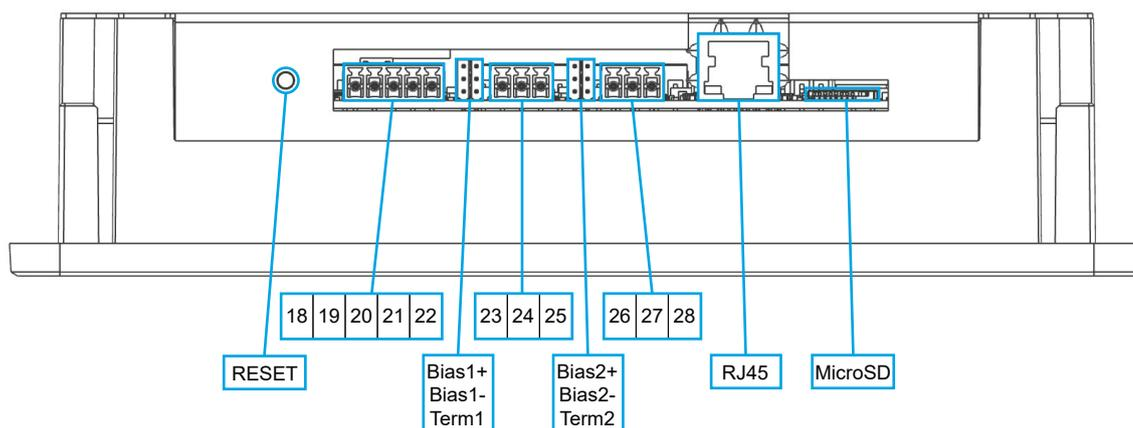

Figura 5
BlueLinQ Pro dispone di una porta RS232 progettata per la comunicazione via modem e che utilizza il protocollo Modbus RTU, vedi Figura 5 e Tabella 2. Il Pin22 (RTS) è "Request To Send" (Richiesta di Invio), il Pin21 (CTS) è il "Clear To Send" (Pronto per l'Invio), il Pin20 (TX) è la Trasmissione, il Pin19 (RX) è la Ricezione e il Pin18 (V-) è il riferimento di massa. Per il collegamento utilizzare un cavo a trefoli singoli con sezione adeguata¹. Se si opera in un ambiente elettricamente disturbato, si consiglia di utilizzare un cavo schermato. La porta supporta velocità di trasmissione baud standard da 300 a 230400 e offre l'opzione di includere il controllo di parità.
Questo BlueLinQ Pro è dotato di due porte RS485 isolate e utilizza il protocollo Modbus RTU, vedi Figura 5 e Tabella 2. I Pin23 e Pin24 sono le linee di comunicazione differenziali, mentre il Pin25 è utilizzato come schermatura per RS485_1. I Pin26 e Pin27 sono le linee di comunicazione differenziali, mentre il Pin28 è utilizzato come schermatura per RS485_2. Utilizzare un doppino schermato a due conduttori con fili di sezione adeguata¹.
I ponticelli di terminazione della comunicazione, Term2 per RS485_1 e Term3 per RS485_2, sono occupati di default. Se l'unità si trova su una delle due estremità della rete di comunicazione, il ponticello deve essere occupato, in caso contrario rimuoverlo, vedi Figura 5.
BlueLinQ Pro supporta una porta Ethernet su una connessione RJ45 standard, vedi Figura 5 e Tabella 2 sotto riportate. Nelle impostazioni, l'utente può scegliere tra indirizzo IP statico o dinamico. Per impostazione predefinita, la porta TCP del Modbus è 502.
BlueLinQ Pro è dotato di uno slot per una scheda di memoria MicroSD di tipo push-push ejector (espulsione a pressione); vedila Figura 5 e Tabella 2 sotto riportate. Viene utilizzato principalmente per scaricare le informazioni di configurazione, aggiornare il firmware e i dati.
Il pulsante di reset di BlueLinQ Pro è accessibile attraverso un piccolo foro, vedi Figura 5 sotto riportata. Per attivarlo, inserire una graffetta raddrizzata o oggetto simile nel foro e tenere premuto per 10 secondi; in questo modo si ripristina la configurazione dell'unità alle impostazioni di fabbrica.